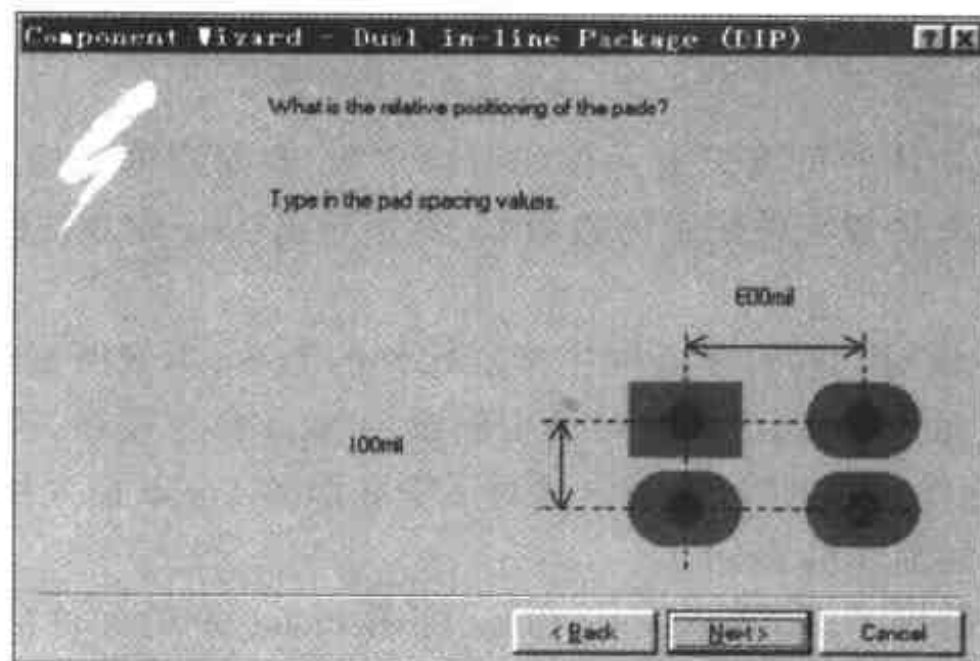

图 8-60 设定焊盘之间的间距
(3) 在这一对话框中,显示了焊盘各个方向上的尺寸,用户将鼠标移到某一尺寸上单击,就可以在该位置直接修改该尺寸。本例中我们将焊盘的 X 轴尺寸由 100 mil 改为 65 mil,将焊盘的 Y 轴尺寸改为 65 mil,而将焊盘中心焊孔的直径由 25 mil 改为 30 mil,然后单击对话框底部的 Next 命令按钮,进入下一个对话框,如图 8-60 所示。
(4) 在此对话框中显示了设置焊盘之间间距的选项,同样,当用户将鼠标移到相应的尺寸上单击,即可在该位置修改尺寸。这里我们将元件两列引脚之间的焊盘间距由 600 mil 改为 350 mil,而元件相邻两个焊盘之间的间距仍取 100 mil。设置之后,单击 Next 命令